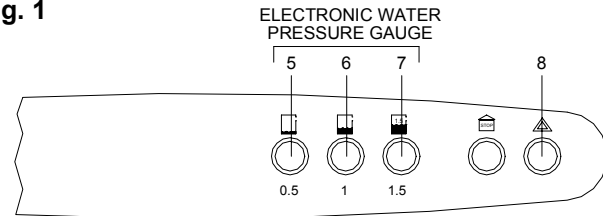

Fig. 2
**SELF-DIAGNOSTIC LEGEND** (see fig. 2)